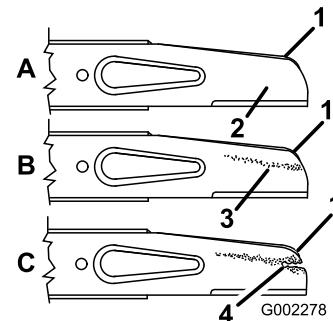

Bild 24
Prüfen Sie vorsichtig die Schärfe und Abnutzung des Messers, besonders an den Stellen, an denen sich flache und gebogene Teile berühren (Bild 24A). Da Sand und anderes reibendes Material das Metall abschleifen kann, das die flachen mit den gebogenen Teilen verbindet, müssen Sie das Messer vor jedem Einsatz des Rasenmähers prüfen. Wenn Sie einen Schlitz oder eine Abnutzung (Bild 24B und C Bild 24) feststellen, tauschen Sie das Messer aus, siehe Entfernen des Messers \(Seite 26\).
2. Nehmen Sie die Messerschraube, Sicherungsscheibe, den Beschleuniger und das Messer ab (Bild 24).